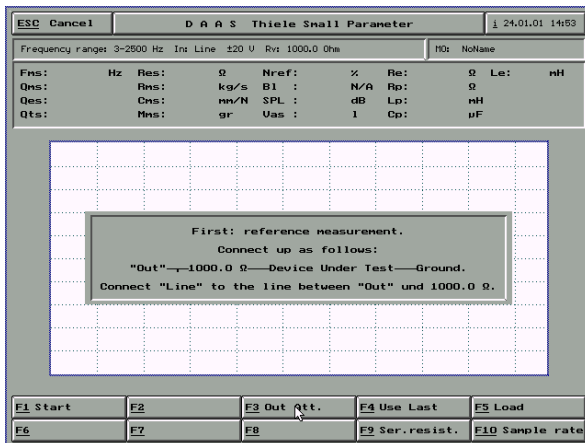

图 7-1
- 1) 主界面-F3 Thiels Small-出现如图7-1 TS参数界面 (这时只接了阻抗盒, 阻抗盒未接喇叭)